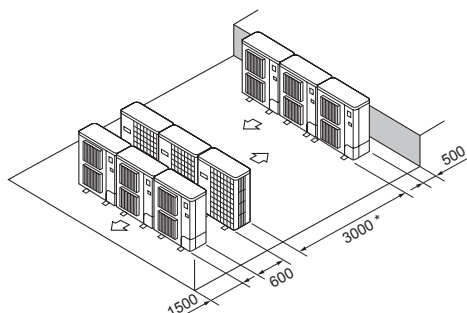

Fig. 2-18
- ⑥ Plassering av flere parallellheter (Fig. 2-18)